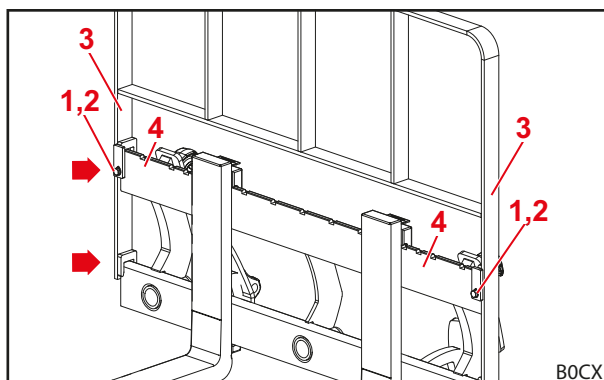

Fig. 44 Grille de protection montée sur la fourche à palettes
- (4) Faire glisser la grille de protection par le haut sur le cadre de l'outil.
**i** Veiller à ce que la grille de protection repose sur le cadre en haut et en bas (voir flèche dans Fig. 44).
- (5) Monter la grille de protection à droite et à gauche du cadre à l'aide d'une vis six pans M10x40 et d'un anneau à bord d'arrêt.